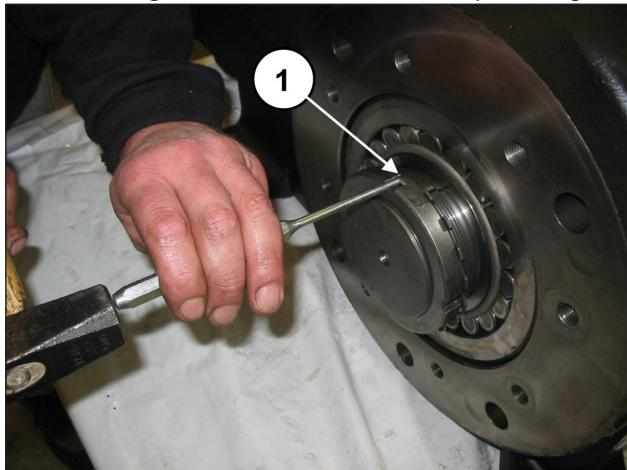

Fig. 16
Sollevere la linguetta della rosetta di sicurezza (pos. ①, Fig. 16).